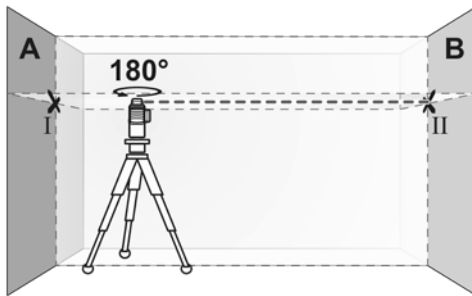

Рисунок 5
3.5.3 Поверніть прилад на 180° і зачекайте, поки промінь автоматично вирівнюється та позначте точку, в якій лазерні лінії перетинаються на протилежній стіні «В» (точка «II», рисунок 5).